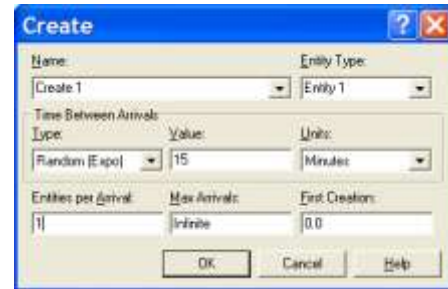

Figura 2 - Módulo CREATE
- Inibindo a entrada de entidades, através da colocação de uma **condição** no campo “*Entities per Arrival*”, (ver Figura 2). Por exemplo:
- Modificando o **número de entidades** que entram de cada vez nos respectivos módulos *Create*, em que as entidade que entram com menor frequência, entram em conjuntos de maior cardinalidade. Campo “*Entities per Arrival*”, (ver Figura 2).